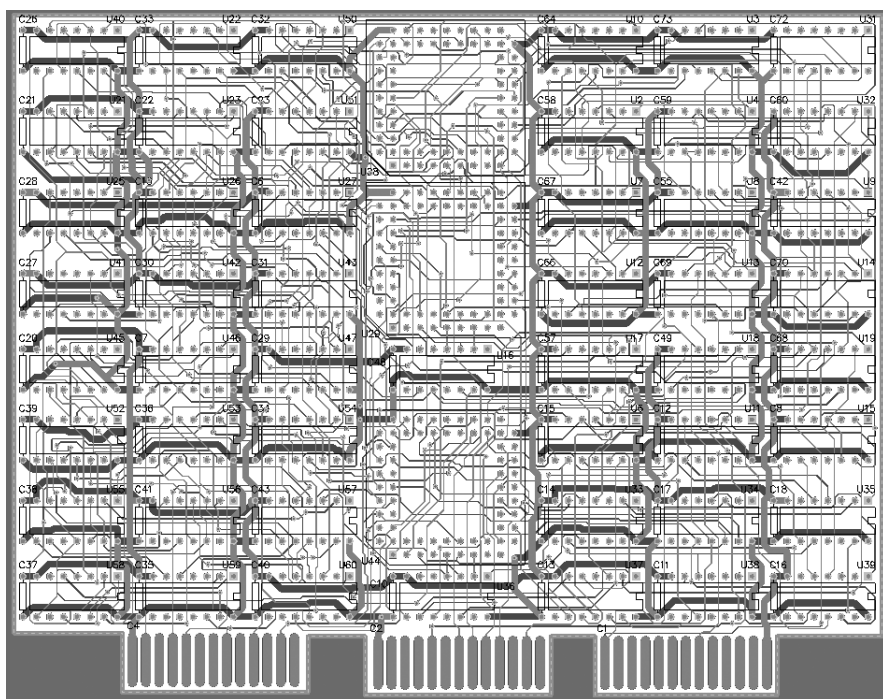
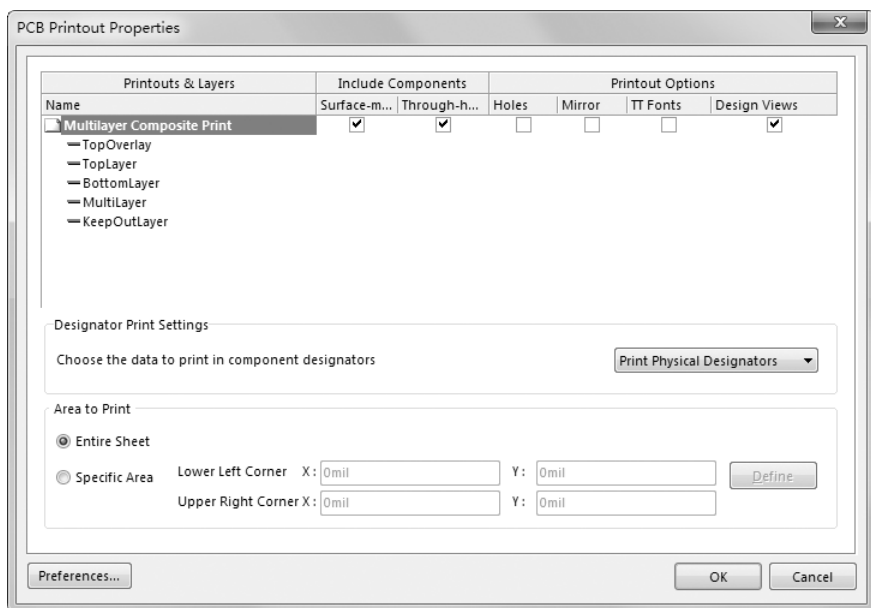
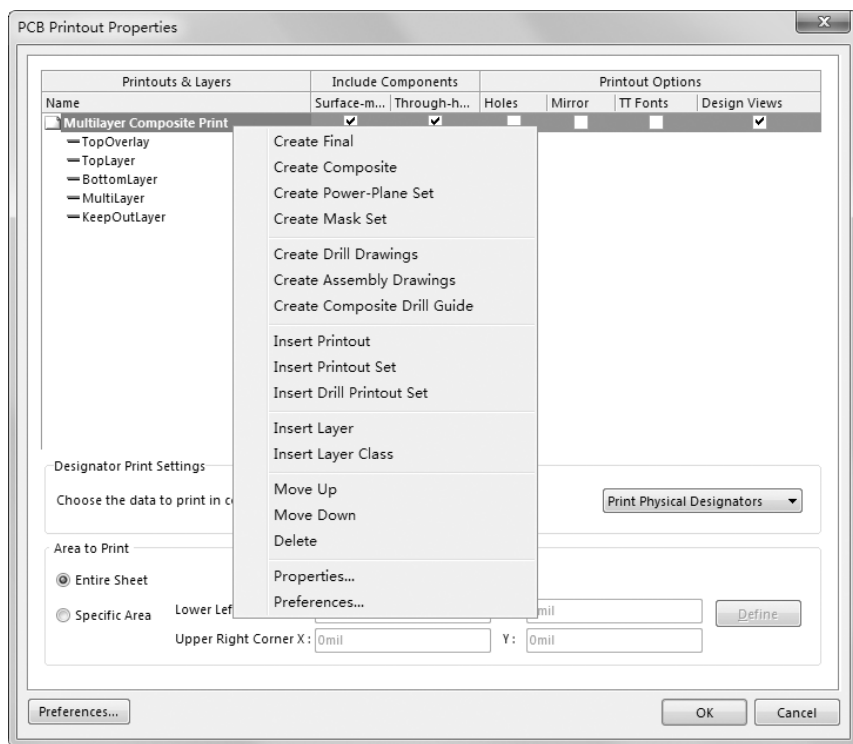
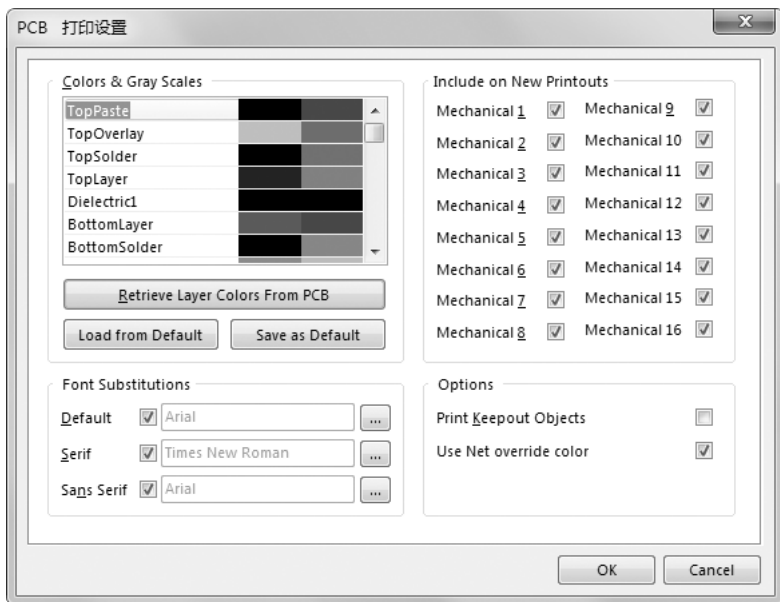

图 10-27 PCB 图
图 10-40 “PCB Printout Properties” 对话框
图 10-41 右键快捷菜单
图 10-42 “PCB 打印设置”对话框
利用图 10-27 所示的 PCB 图，完成电路板信息报表。电路板信息报表的作用在于给用户提供一个电路板的完整信息。通过电路板信息报表，可以了解电路板尺寸、电路板上的焊点、导孔的数量及电路板上的元器件标号，而通过网络状态报表可以了解电路板中每一条网络的长度。
利用如图 10-27 所示的 PCB 电路板图，生成电路板元件清单。元件清单是设计完成后首先要输出的一种报表，它将项目中使用的所有元件的有关信息进行统计输出，并且可以输出多种文件格式。通过对本例的学习，使读者掌握和熟悉根据所设计的 PCB 电路板图生成各种格式的元件清单报表方法。
利用如图 10-27 所示的 PCB 电路板图，完成图纸打印输出。通过对本例的学习，使读者掌握和熟悉 PCB 电路板图纸打印输出的方法和步骤。在进行打印机设置时，要完成打印机的类型设置、纸张大小的设置、电路图纸的设置。系统提供了分层打印和叠层打印两种打印模式，观察两种输出方式的不同之处。
- (2) 在“打印纸”选项组中纸张大小设置为 A4，打印方式设置为“风景图”。
- (3) 在“颜色设置”选项组中单击“灰的”单选钮。
- (4) 在“缩放模式”下拉列表框中选择“Fit Document on Page”(适合文档页面)选项。
- (5) 单击“高级”按钮，弹出如图 10-40 所示的“PCB Printout Properties”(PCB 图层打印输出属性)对话框。在该对话框中，显示了图 10-27 中 PCB 电路板图所用到的工作层。右击图 10-40 中需要的工作层，在弹出的右键快捷菜单中选择相应的命令，如图 10-41 所示，即可在进行打印时添加或者删除一个板层。
- (6) 在如图 10-40 所示的“PCB Printout Properties”(PCB 图层打印输出属性)对话框中，单击“Preferences”(参数)按钮，系统将弹出如图 10-42 所示的“PCB 打印设置”对话框，在该对话框中设置可以打印颜色、字体，设置完毕单击“OK”按钮，关闭对话框。
利用如图 10-27 所示的 PCB 图，完成生产加工文件。需要完成 PCB 加工文件、信号布线层的数据输出、丝印层的数据输出、阻焊层的数据输出、助焊层的数据输出和钻孔数据的输出。通过对本例的学习，使读者掌握生产加工文件的输出，为生产部门实现 PCB 的生产加工提供设计文件。